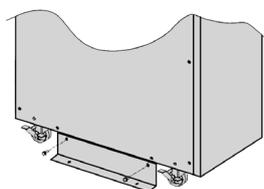

Abb. 12.
- Die Schrauben des Verbindungsstückes zwischen Holzpalette und Gerät entfernen [siehe Abb. 12 und 13].